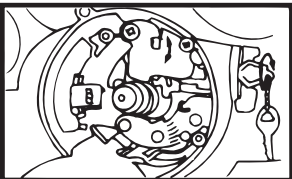

FIGURE 22 • FIGURA 22
- 3) Une fois installé, utilisez la clé et vérifiez le fonctionnement du mécanisme du contacteur. Assurez-vous que le levier de ce dernier se déplace correctement vers le haut et vers le bas (reportez-vous à la figure 22).